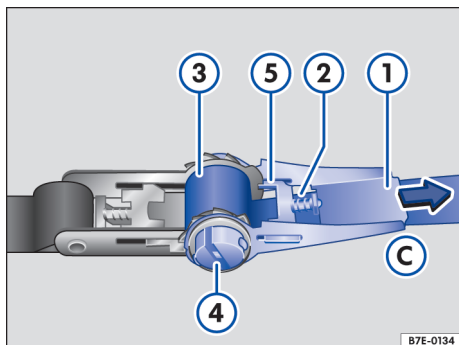

Fig. 136 Apertar o cinto de catraca.
- Pressionar a válvula → Fig. 136 (2) para fora.
- Levar a alavanca (1) na posição (C) até que a válvula (2) encaixe no recesso final (5). O eixo com fenda (4) no modo roda livre.
- Retirar o cinto com catraca (3) da catraca.